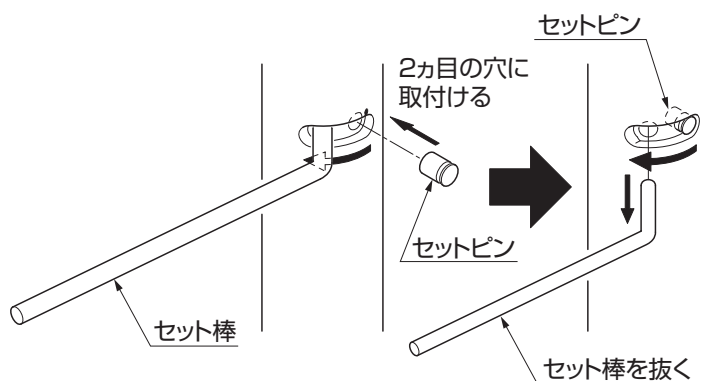

図6-11
- ① 門扉を閉じて、「6-3」の要領で初期値を探してください。
- ② 0ヶ目のセット穴が見つかったら、さらに巻き込み装置を少し回し、2ヶ目のセット穴にセットピンを取付けてください。(図6-11参照)